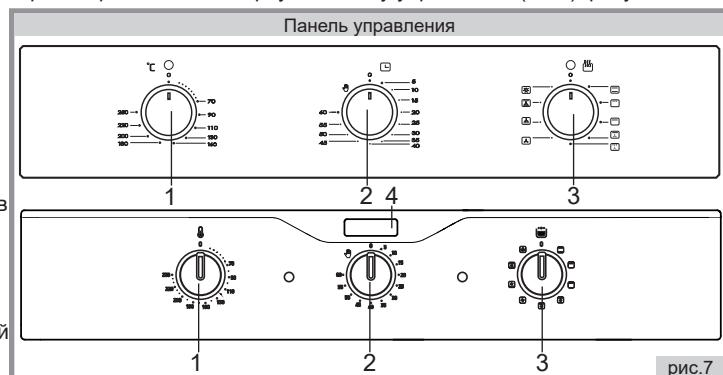

рис.7
■ На рисунке панели управления (рис.7) присутствуют элементы комфорта, которые могут присутствовать на панелях различных моделей электрошкафов. Для Вашего электрошкафа перечень элементов комфорта указан в таблице комфорта моделей на обложке настоящего руководства.